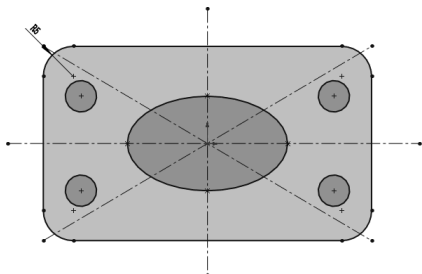

图 2-122 镜像复制圆操作
STEP 7 单击“草图”工具栏中的“镜像实体”按钮, 打开“镜像”属性管理器, 选择小圆为要镜像的实体, 选中竖直中心线作为镜像参照, 单击“确定”按钮, 对小圆执行镜像复制操作, 然后通过相同操作, 对镜像后的两个小圆以水平中心线为镜像中心线, 再次执行镜像操作, 效果如图 2-122 所示。